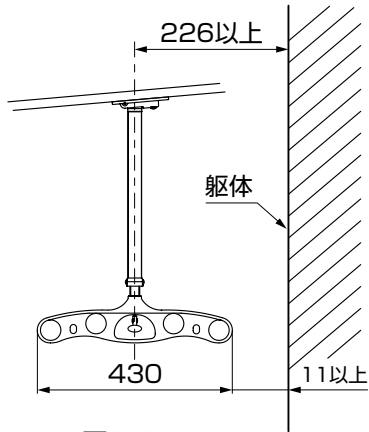
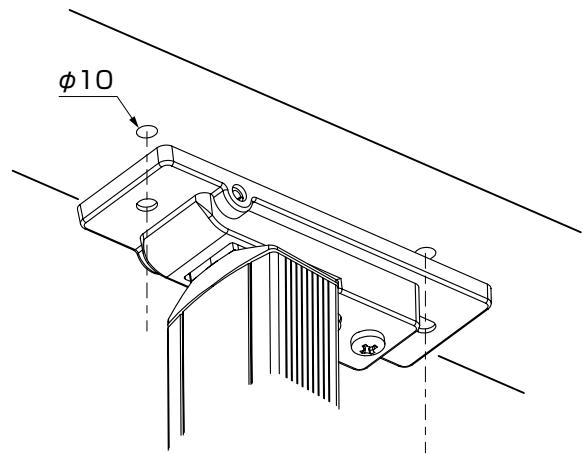

図1-1
図1-2
- ① 竿掛け本体の取付け位置を決定して、垂木下面にφ10の孔をあけてください。(図1-1, 図1-2参照)